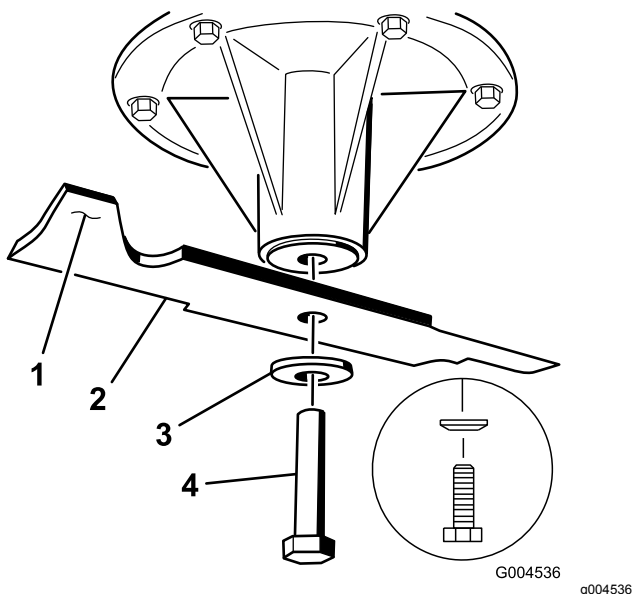

Figure 105
1. Placez la lame sur l'axe (Figure 105).
2. Mettez en place la rondelle élastique et le boulon de la lame (Figure 105).